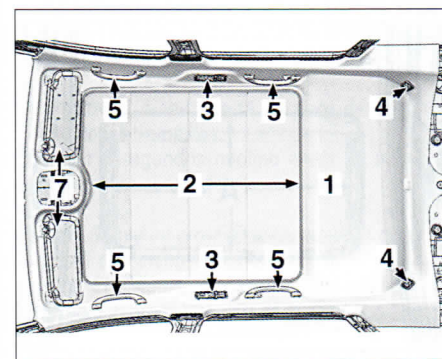

FIG. 52
Desmontar el anillo (2) de guarnecido (1) (fig. 52).